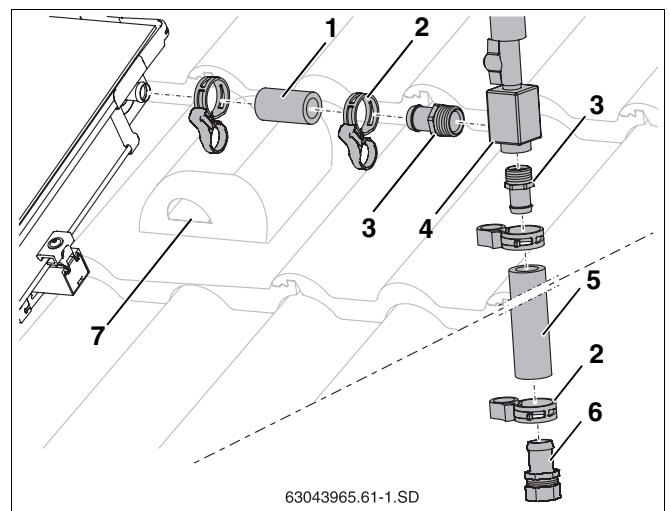

Abb. 57 Entlüfter über Dach anschließen
- Kurzen Solarschlauch (55 mm, Abb. 57, **Pos. 1**) auf den Vorlaufanschluss des Kollektorfeldes aufschieben und mit Federbandschelle fixieren.
- Schlauchtüllen R $\frac{3}{4}$ mit O-Ringe (Abb. 57, **Pos. 3**) in den Lufttopf (Abb. 57, **Pos. 4**) festschrauben.
- Schlauchtüllen (Abb. 57, **Pos. 3**) bis zum Anschlag in die Solarschläuche (Abb. 57, **Pos. 1** und **5**) stecken und mit Federbandschellen (Abb. 57, **Pos. 2**) fixieren.
- Schlauchtülle mit Klemmringverschraubung (Abb. 57, **Pos. 6**) bis zum Anschlag in den Solarschlauch stecken und mit Federbandschelle fixieren.
- Solarschlauch zusammen mit dem Fühlerkabel durch die Entlüftungspfanne (Abb. 57, **Pos. 7**) und durch die Dachinsolierung führen.
- Sammelleitung an die Schlauchtülle mit Klemmringverschraubung (18 mm) anschließen (Abb. 57, **Pos. 6**).